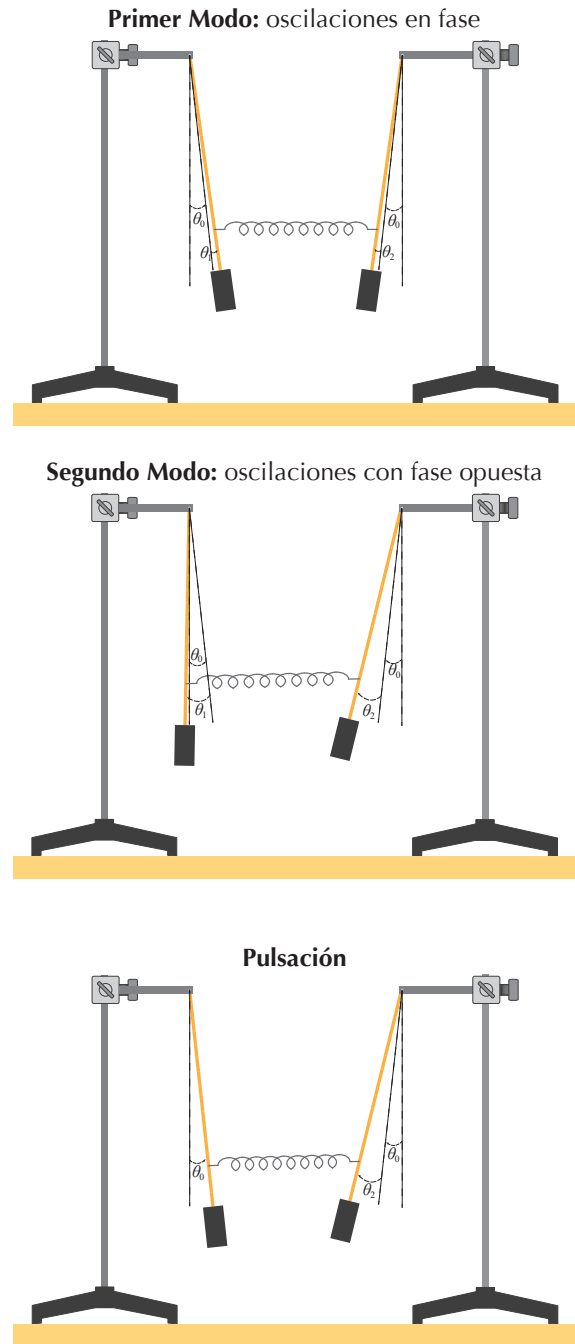

Figura 4.1
Los pendulos acoplados presentan dos modos normales de oscilación: en el primero, los pendulos oscilan en fase con una frecuencia  $\omega_+$  y en el segundo, oscilan en fase opuesta con una frecuencia  $\omega_-$  (ver Figura 4.1).
En los diagramas de la Figura 4.1 se muestran las coordenadas angulares  $(\theta_1, \theta_2)$  que describen el movimiento de
3. Ajuste los péndulos a los soportes universales tal como se muestra en la Figura 4.1, pero dejándolos verticales (con  $\theta_0 = 0$ ). Luego fije el resorte en los primeros agujeros (a 2.5cm del pivote) de las barras. **En el estado de equilibrio, el resorte debe quedar un poco tensionado y no descolgado.**